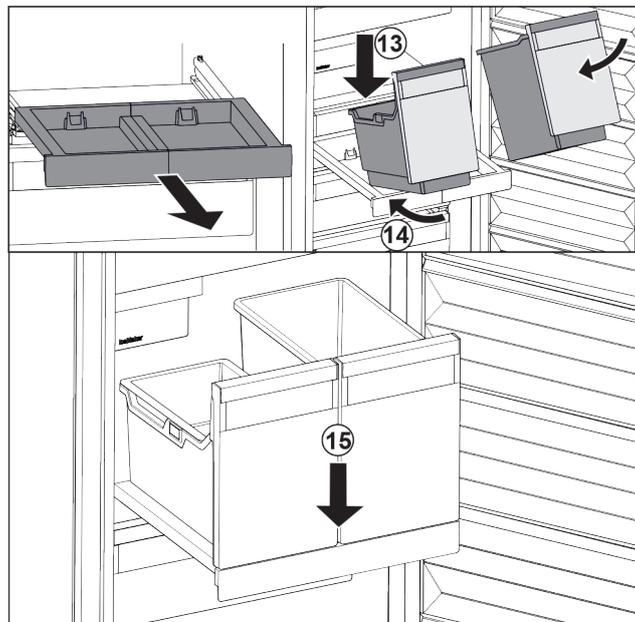

Fig. 100
- ▶ Behälter schräg auf das Auszugsbord aufsetzen. Fig. 100 (13)
- ▶ Behälter schräg nach hinten einschieben. Fig. 100 (14)
- ▶ Behälter vorne absetzen. Fig. 100 (15)